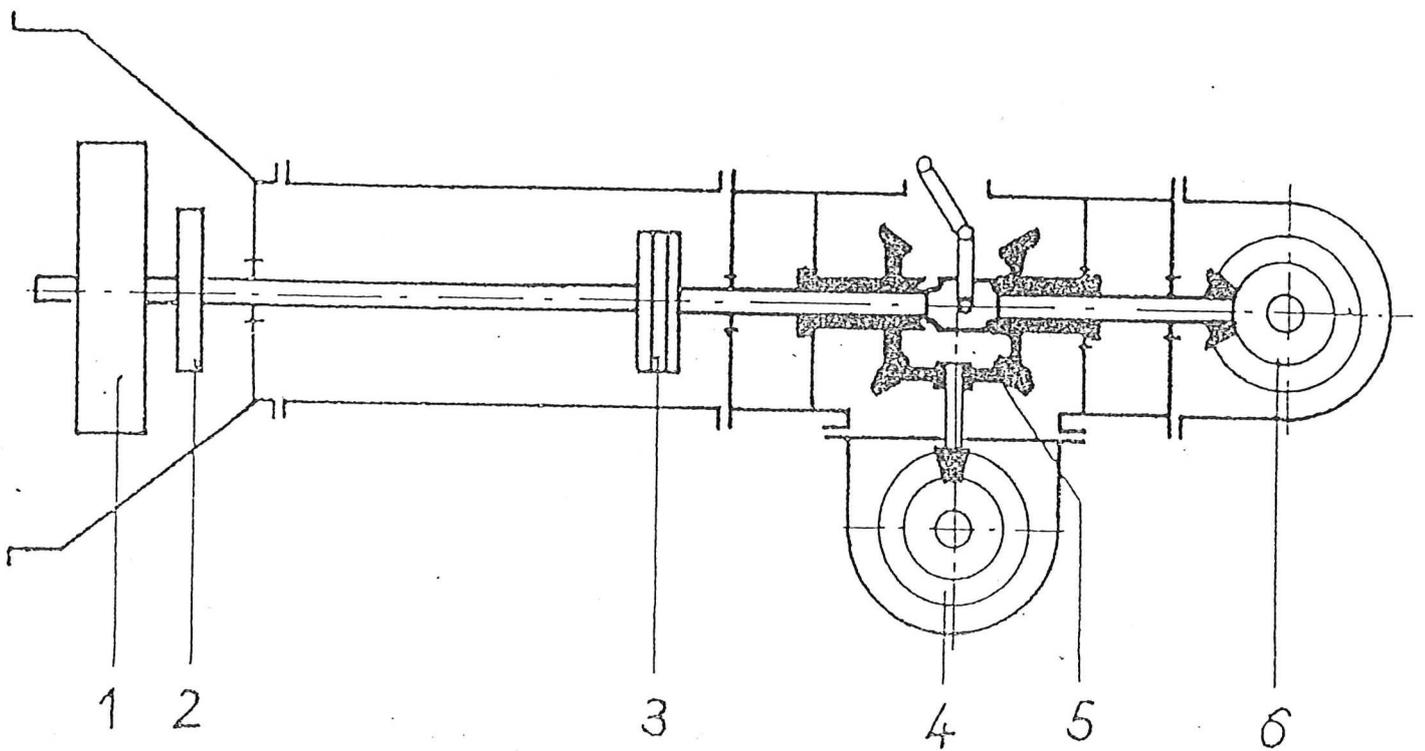

Bild 1: Antriebschema
Anhang 1: Bild 1 - 23
- Bild 1: Antriebschema